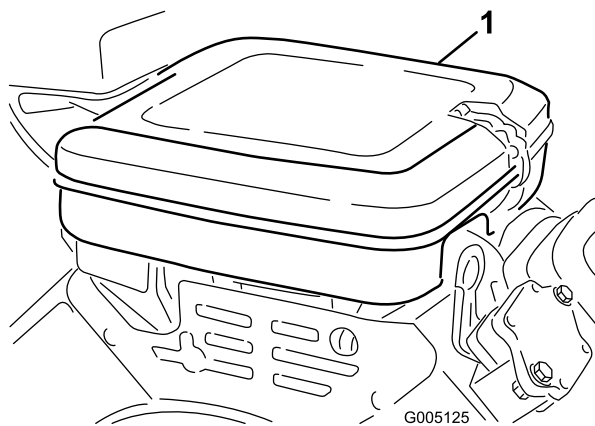

Bild 43
1. Lösen Sie die Verschlussclips und entfernen die Luftfilterabdeckung (Bild 43). Reinigen Sie die Abdeckung gründlich.